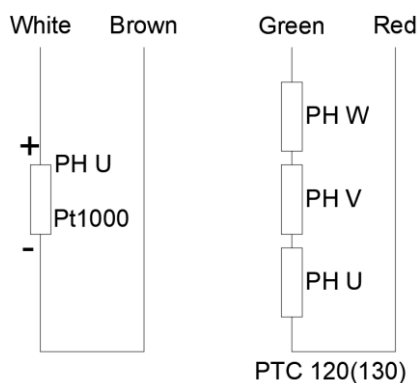
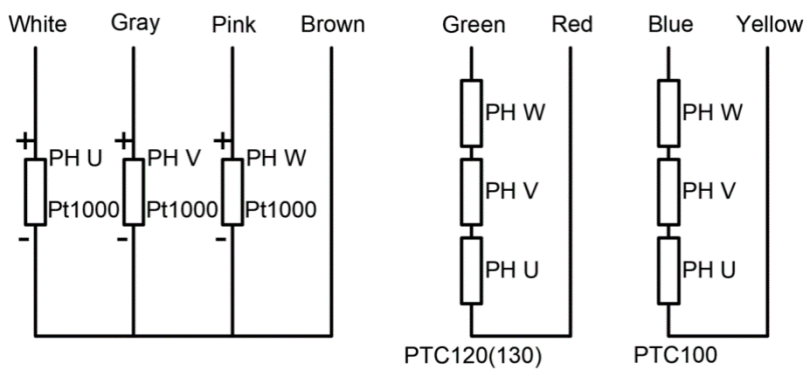

図 5.2.2 タイプ A
図 5.2.5 タイプ D
温度センサーケーブルには IGUS®のチェーンフレックス® (CF240) を使用しています。標準仕様 (タイプ B) の温度センサーは 3 個で、PTC100 が 1 組、PTC120 (130) が各相巻線に 1 組、U 相には Pt1000 が標準で実装されています。各タイプで使用する温度センサーを表 5.2.3 に示します。温度センサーケーブルの断面積は 0.25mm2で、各タイプの温度センサーケーブルのピン配置は図 5.2.2~図 5.2.5 となります。